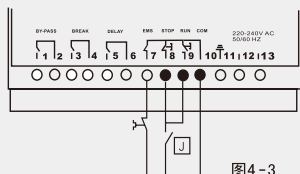

图 4-3
- 当用户需一个开关控制起动器的起停或通过PC、PLC控制时，选用此功能，J 闭合软起动运行、断开停止。参见图 4-3